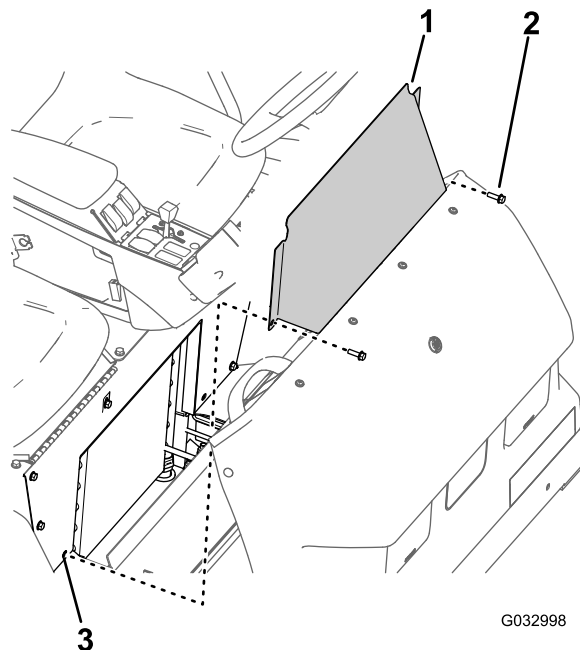

Figura 64
1. Îndepărtați cele 2 uruburi cu guler care fixează la baza scaunului panoul de acces de la baza scaunului (Figura 64).
2. Îndepărtați panoul de acces de la baza scaunului de la nivelul mainii (Figura 64).
1. Aliniați orificiile din panoul de acces de la baza scaunului cu orificiile din baza scaunului (Figura 64).
2. Montați panoul de acces de la baza scaunului la baza scaunului cu cele 2 uruburi cu guler (Figura 64) pe care le-ai îndepărtat în pasul 1 din Îndepărtarea panoului de acces de la baza scaunului (Pagină 55).